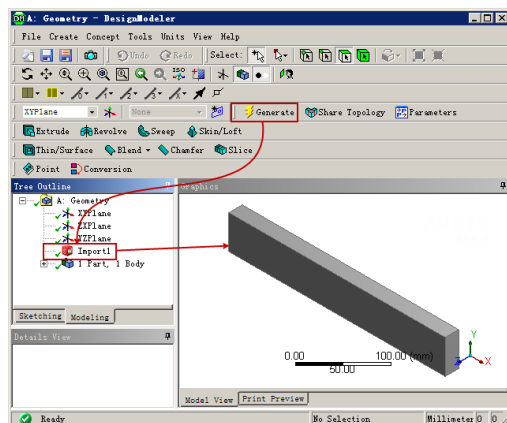

图 1-30 生成后的 DesignModeler 界面
- 步骤 04** 单击 ⚡ Generate (生成) 按钮，即可显示生成的几何体，如图 1-30 所示，此时可在几何体上进行其他的操作，本例无需进行操作。